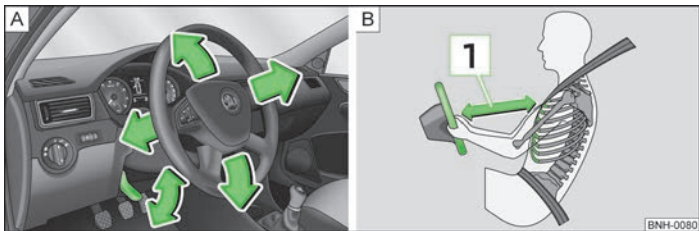

Fig. 62 Volante regulable: Palanca debajo de la columna de dirección/distancia segura hasta el volante
- Mantener a una distancia mínima de 25 cm hasta el volante 1 » fig. 62 de la página 70 - B. Si no respeta la distancia mínima, el sistema de airbag no podrá protegerle - ¡Peligro de muerte!
- Girar la palanca situada debajo del volante hacia abajo » fig. 62 - **A**.